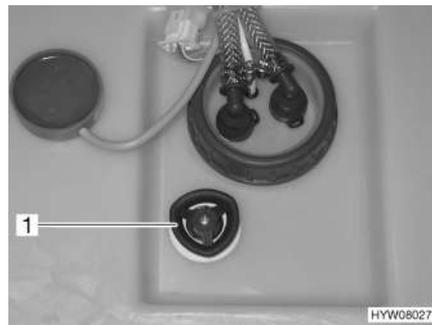

Fig. 80 Depósito de agua con tirador giratorio
- Girar el tirador giratorio (Fig. 80,1) sobre el depósito de agua en sentido de las agujas del reloj, hasta el tope.
- Girar el tirador giratorio (Fig. 80,1) sobre el depósito de agua en sentido contrario a las agujas del reloj, hasta sentir resistencia. El agua se saldrá hasta aprox. 20 litros.